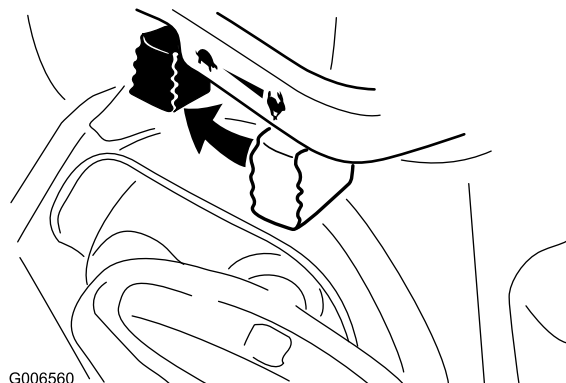

Figure 31
1. Déplacez la commande d'accélérateur en position Bas régime, puis en position Arrêt (Figure 31).